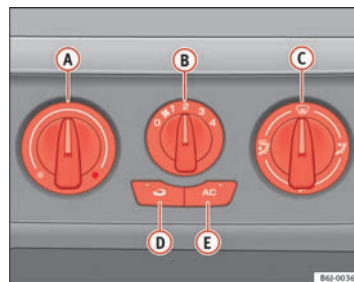

Abb. 93 In der Instrumententafel: Bedienelemente Klimaanlage
- Mit den Reglern ⇒ Abb. 93 A und C und mit dem Schalter B stellen Sie die Temperatur, die Gebläsestufe und die Luftverteilung ein.